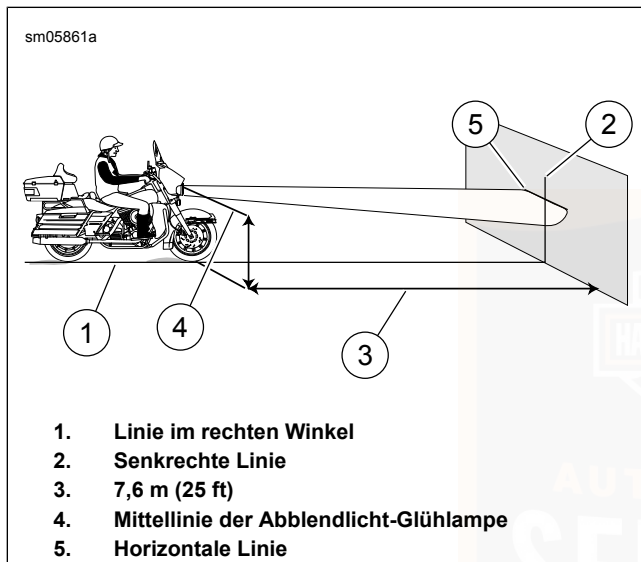

Abbildung 91. Scheinwerferausrichtung: LED (typisch)
- b. **LED, gabelmontierte Verkleidung:** Siehe Abbildung 91. Bei der gemessenen Entfernung.
- LED, gabelmontierte Verkleidung:** Siehe Abbildung 91 . Mit dem Scheinwerfer auf **Ablendlicht** geschaltet liegt der obere Rand des Brennpunkts des Leuchtmittels auf der Markierung.